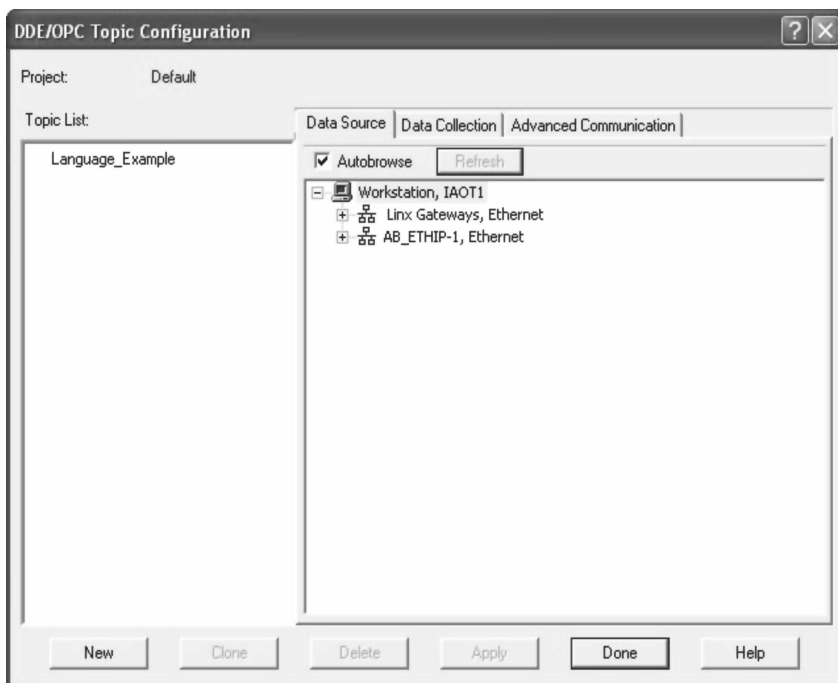

图 17-2 选择控制器
4. 出现以下窗口后, 单击 Language_Example 主题, 展开 AB_ETHIP_1 驱动程序, 然后选择所在学员站的控制器, 如图 17-2 所示。